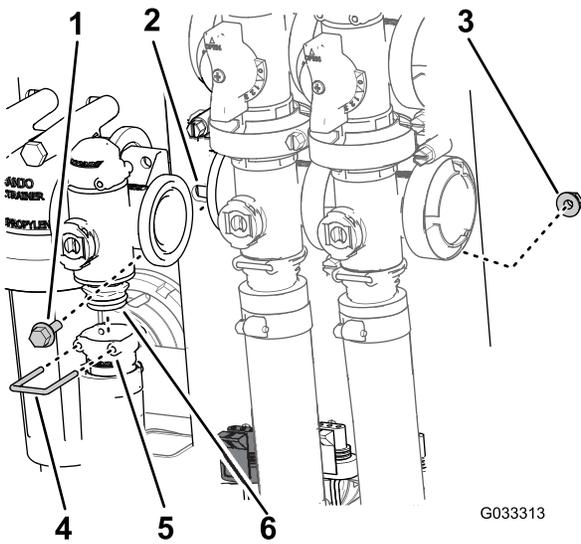

Figure 69
2. Retirez l'étrier qui fixe le raccord de sortie au collecteur du régulateur de débit (Figure 69).
- Retirez les 2 boulons à embase et les 2 contre-écrous à embase qui fixent le régulateur de débit sur le support, puis déposez le collecteur de la machine (Figure 69).